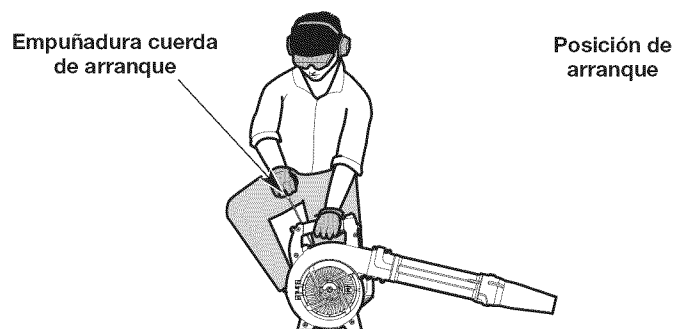

Fig. 7
**ADVERTENCIA:** Se debe evitar arrancar accidentalmente la unidad. A fin de evitar que se produzcan lesiones graves, el operador y la unidad deben estar en una posición estable cuando se jala la cuerda de arranque (Fig. 7).
6. **NO** apriete el control del acelerador. Agacharse en la posición de arranque (Fig. 7).